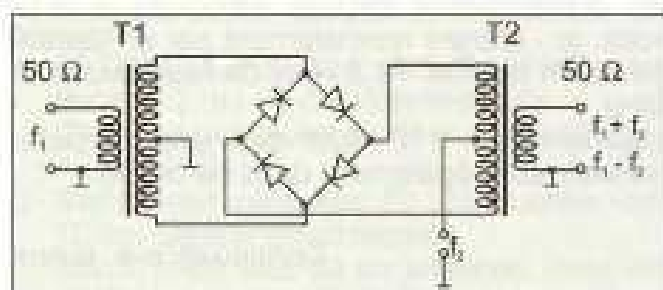

Figure 1: Mélanger en anneau large bande
4.1.2 Mélangeurs en anneau (voir figure 1)